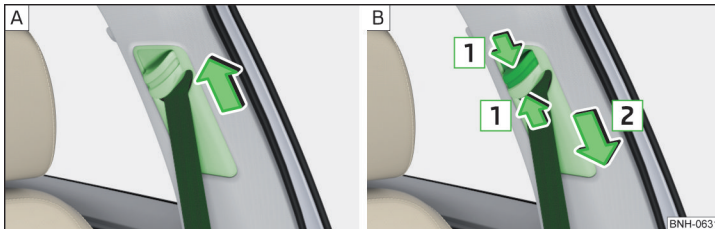

Abb. 21 Gurthöheneinstellung für die Vordersitze
➤ Den Umlenkbeschlag **nach oben** in Pfeilrichtung verschieben » Abb. 21 - **A**.
- **Oder:** Die Sicherung in Richtung der Pfeile **1** zusammendrücken und den Umlenkbeschlag **nach unten** in Pfeilrichtung **2** verschieben » Abb. 21 - **B**.